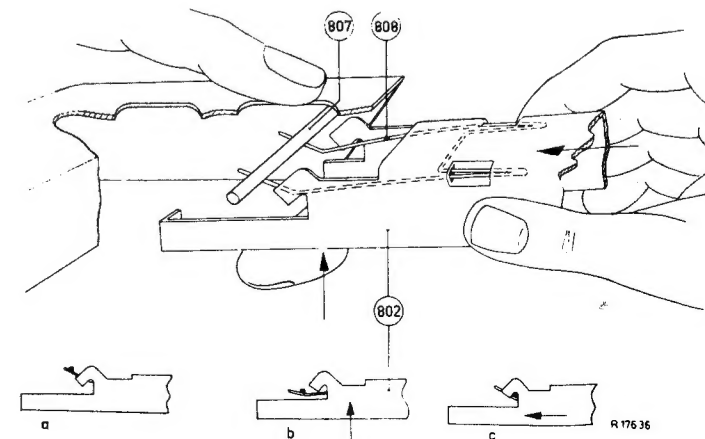

Fig. 25
9. Kopfhalter 802 im Tonarm so wie in Abb. 25 angegeben anbringen.